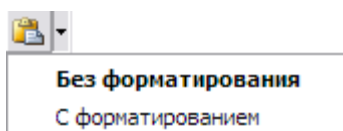

Рис. 5.39
Инструмент **Вставить**  используется для вставки в документ содержимого буфера обмена. В выпадающем меню можно выбрать вставку без форматирования или с форматированием (Рис. 5.39).
3. Откройте список инструмента **Вставить**  и выберите один из пунктов – **Без форматирования** или **С форматированием** (Рис. 5.39).